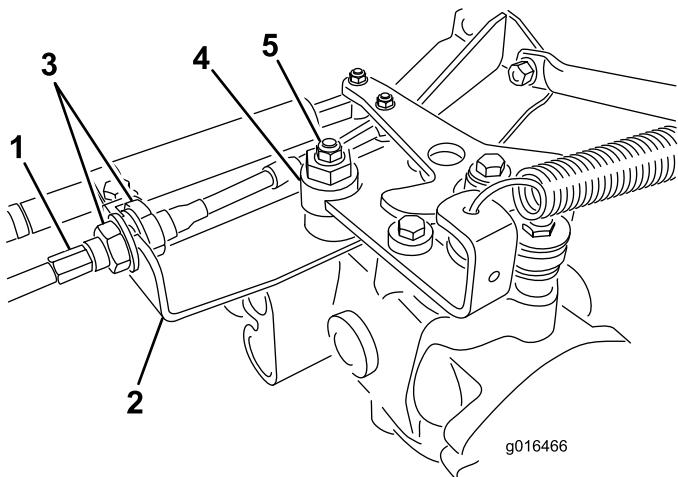

Bild 43
- A. Lösen Sie beide Klemmmuttern, mit denen der Fahrantriebs-Bowdenzug am Schott am Hydrostat befestigt ist (Bild 43). Achten Sie darauf, dass die Klemmmuttern gleichmäßig gelockert sind und eine ausreichende Einstellung ermöglichen.
Hinweis: Lösen Sie die Mutter, mit der der Exzenter oben am Hydrostat befestigt ist (Bild 43).
E. Ziehen Sie die Schraube fest, wenn sich das Rad nicht mehr dreht, um den Exzenter und die Einstellung zu arretieren (Bild 43).
G. Ziehen Sie die Sicherungsmuttern, mit denen der Bowdenzug am Schott befestigt ist, gleichmäßig von der Innenseite des Schotts fest (Bild 43). Verdrehen Sie nicht den Bowdenzug.